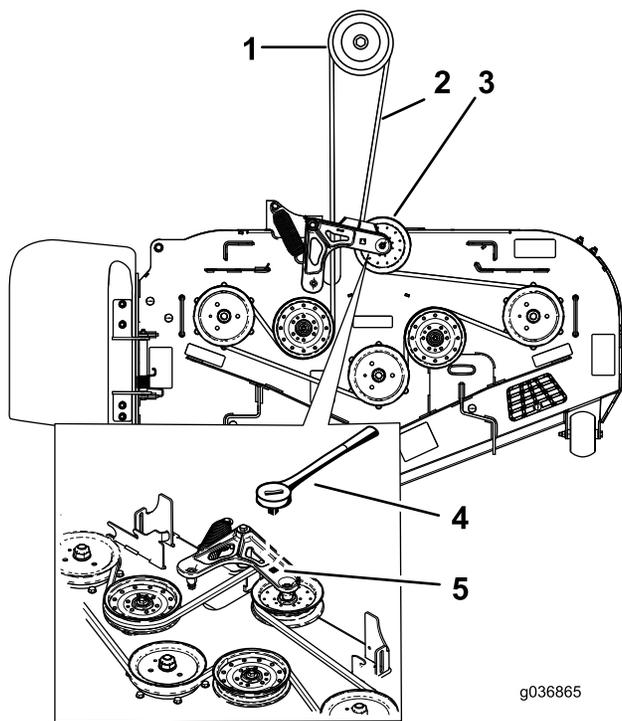

Figura 26
1. Sulla macchina, eliminate la tensione della molla dalla puleggia tendicinghia caricata a molla; fate riferimento a Figura 24 o Figura 26.
Nota: Per i piatti di taglio serie 2500, utilizzate un cricchetto nel foro quadrato del braccio tendicinghia per rimuovere la tensione sulla molla del tendicinghia (Figura 26).
- 9. Montate la cinghia del piatto di taglio attorno alla puleggia tendicinghia caricata a molla (Figura 24 o Figura 26).